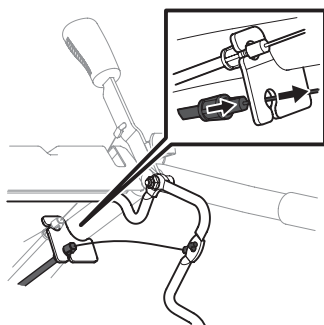

Figure 8
3. Enclenchez les pattes de la gaine dans le trou inférieur du support du guidon. Voir Figure 8.